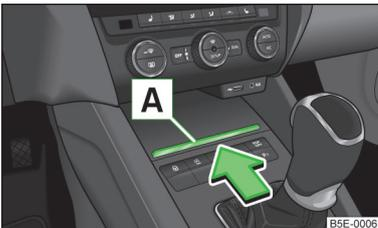

Abb. 62
► Auf die Deckelkante  » Abb. 62 in Pfeilrichtung drücken.